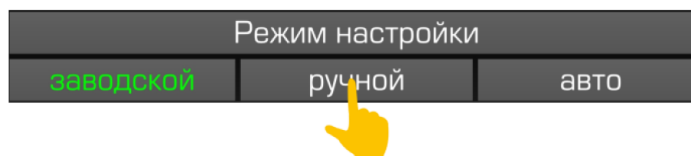

Рисунок 5.135. Активация ручной настройки
- ▶ Активировать режим настройки «ручной», рис. 5.135.